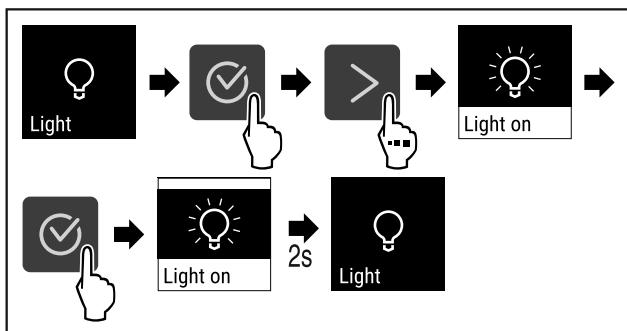

Fig. 69
- Провести етапи операцій (див. Fig. 69) .